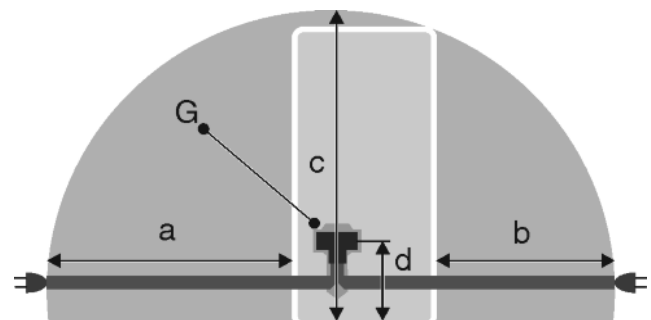

Fig. 25
- Steckdose liegt außerhalb des Geräterückseitenbereichs im gegebenen Bereich *Fig. 25 (a, b, c)*.
- ▶ Gerätestecker *Fig. 25 (G)* auf der Rückseite des Gerätes einstecken. Auf richtiges Einrasten achten.